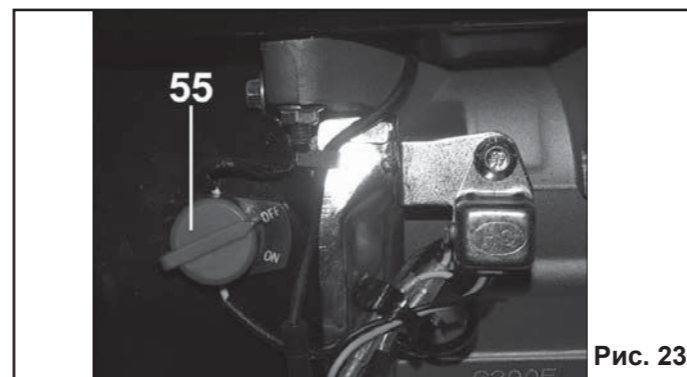

Рис. 23
8.3.2. **Для моделей МС 55-1 и МС 65-1:** Поверните выключатель зажигания (55) в положение “OFF” (Выключено) (Рис. 23).